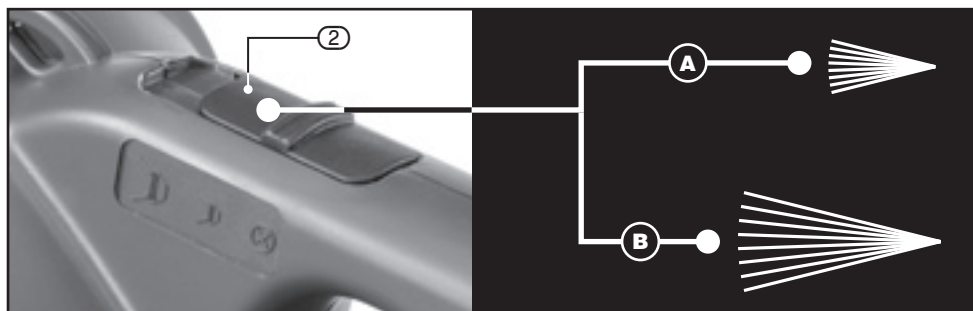

FIG.3
8.3 SPOTLIGHT OPERATION – FIG. 3